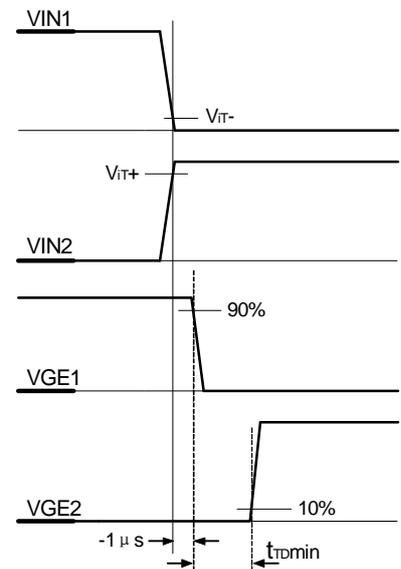

图3,互锁作用时间图
■ “互锁”电路用于防止在半桥模式下 IGBT 上下两管同时导通,上管和下管之间要有一定的死区时间,默认的死区时间为 10 μs,通过调节并联在 J3,K3 以及接 J4,K4 之上的电阻的阻值可以对死区时间进行调节,以适合于不同电流等级的 IGBT 以及不同的工作频率。表 1 给出了并联的电阻与死区时间之间的对应关系。在独立模式下,互锁功能被取消,此时 J5,K5 被短接。(见图 3)